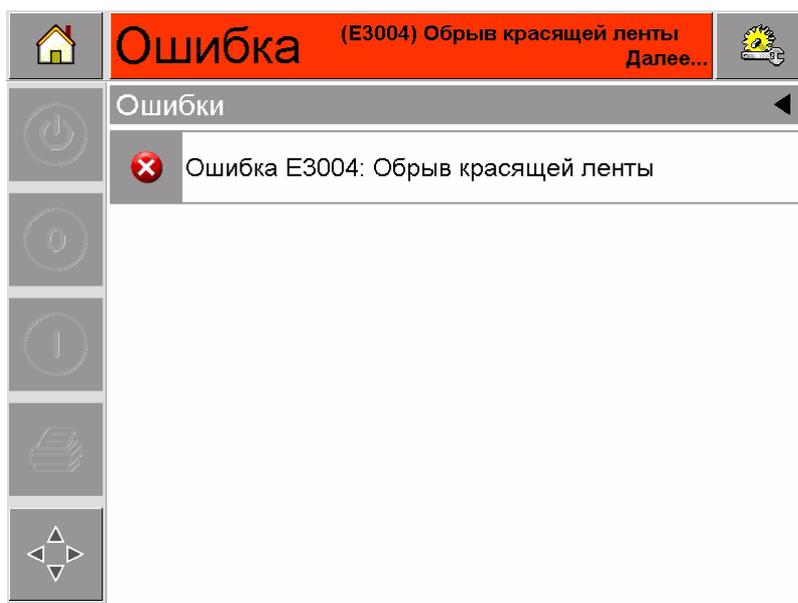

Рис. 5-2: Выбор неисправности
- 1 Для просмотра перечня неисправностей нажмите сообщение красного цвета FAULT («Ошибка») (Рис. 5-2 на стр. 5-3).